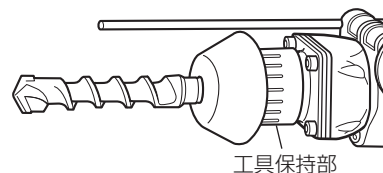

図 6
- (2) ドリルビットを工具保持部に取付けます。（図6）
- (3) ドリルビットを穴の奥に突き当たるまでさし込み、ダストカップが工具保持部に触れていないことを確かめてください。